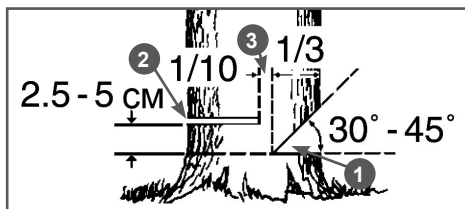

Рис.12 Расположение запила, пропила и недопила
8. Выберите направления падения дерева, для этого следует учесть силу и направление ветра, естественный наклон дерева, равномерность распределения веток в кроне дерева. Начните пилить с той стороны дерева, куда оно должно упасть (Рис.12).
Ни в коем случае не допиливать до конца недопил (3) Рис. 12, так как вы не сможете контролировать направление падения дерева.